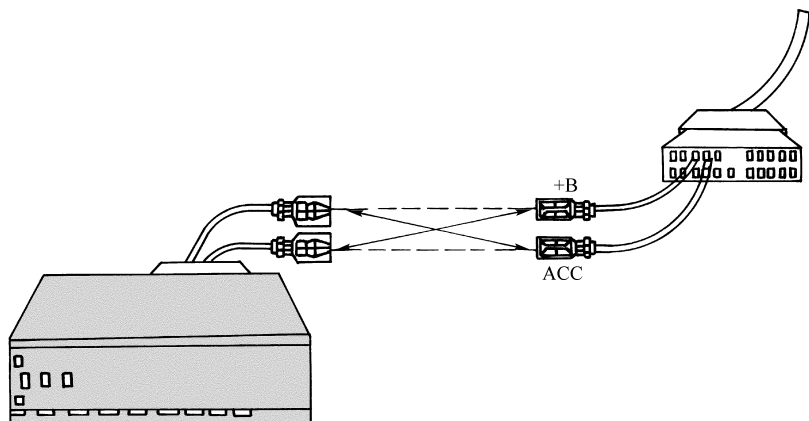

图 4-45 检查附件噪声
2) 检查蓄电池正极 (+B) 和附件 (ACC) (图 4-45)。